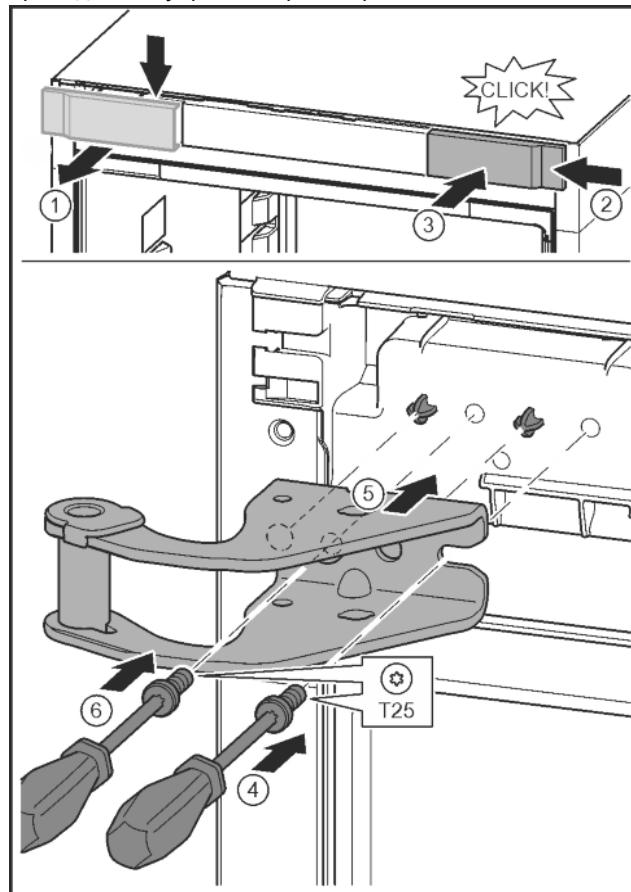

Fig. 14
- Отпустить крышку и снять сбоку. *Fig. 14 (1)*
- Навесить крышку, повернув ее на 180°, справа с другой стороны. *Fig. 14 (2)*
- Крышку зафиксировать. *Fig. 14 (3)*
- Установить винт отверткой T25. *Fig. 14 (4)*
- Установить верхний опорный кронштейн. *Fig. 14 (5)*
- Затянуть винт. *Fig. 14 (4)*
- Вставить и затянуть винт отверткой T25. *Fig. 14 (6)*